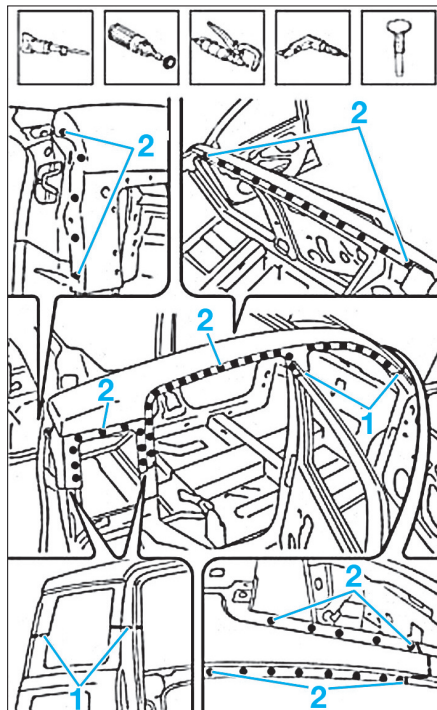

FIG. 47
- Découper et dépointer en zone (1) et (2) (Fig.47).